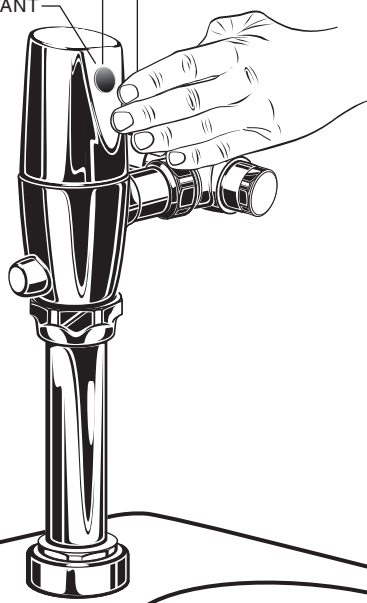

Fig. 14a
3. Faire tourner le CAPUCHON (3) et débrancher le FIL DU CAPTEUR GRIS (4) du COUVERCLES DE PILES (5).
4. En gardant les mains loin du capteur, rebrancher le FIL DU CAPTEUR GRIS (4) et remettre rapidement le CAPUCHON (3) en place sur le robinet. Ne pas fixer le CAPUCHON (3) à ce moment. Remarque : vous avez 5 secondes après avoir branché le câble pour entamer le processus du programme.
5. Lorsque le VOYANT DEL DE COMMANDE DU CAPTEUR (6) clignote lentement, mettre la main à 1 ou 2 po (30-50 mm) du capteur, devant celui-ci. **Fig. 14a.**
6. Lorsque le VOYANT DEL (6) cesse de clignoter et demeure allumé, déplacer la main à la position désirée (zone de détection, 1 ½ po à 31 po) (38 à 787 mm), et la tenir en place jusqu'à ce que le VOYANT DEL (8) commence à clignoter. Remarque : la zone de détection maximum est de 1 ½ po à 31 po (38 à 787 mm) du capteur.
7. Lorsque le VOYANT DEL DU CAPTEUR (6) commence à clignoter de nouveau, retirer la main de la zone de détection. Lorsque le voyant arrête de clignoter, la distance de détection est établie.
8. Remettre le CAPUCHON (3) en place et le fixer sur le robinet.